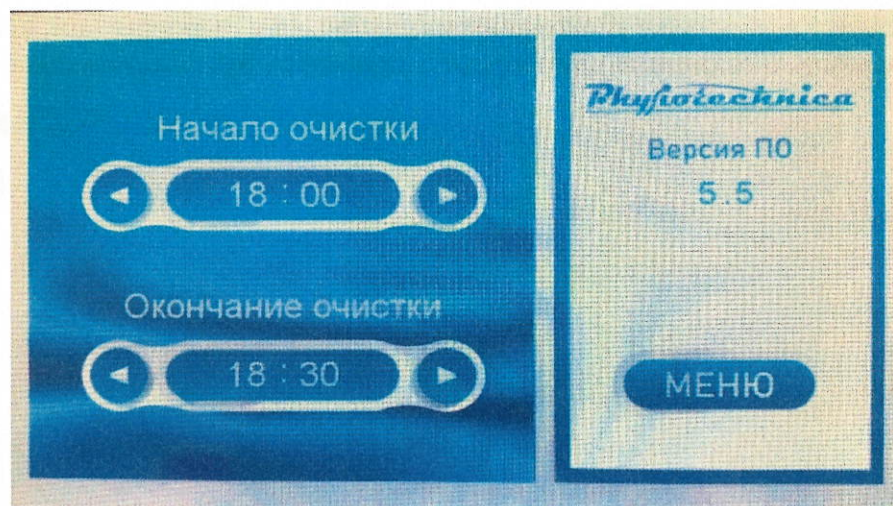

Рис. 16. Меню настроек «Очистка воды»
8.8. Чтобы установить время начала и длительность очистки воды перейдите в подраздел «Очистка воды» (Рис. 16). Очистка воды происходит с помощью встроенный в ванну УФ лампы.